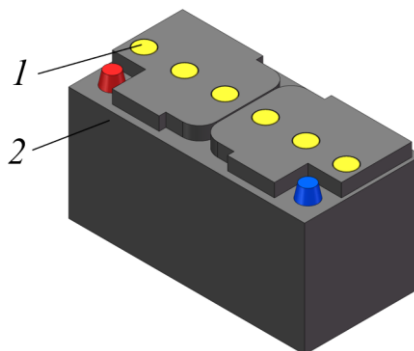

Рисунок 5.71. Аккумуляторная батарея
- ▶ Открыть пробки наливных горловин 1 во всех отсеках (для открытия вращать пробку против часовой стрелки) аккумуляторной батареи, рис. 5.71.
- ▶ Открыть пробки наливных горловин во всех отсеках (для открытия вращать пробку против часовой стрелки) аккумуляторной батареи, рис. 5.71.